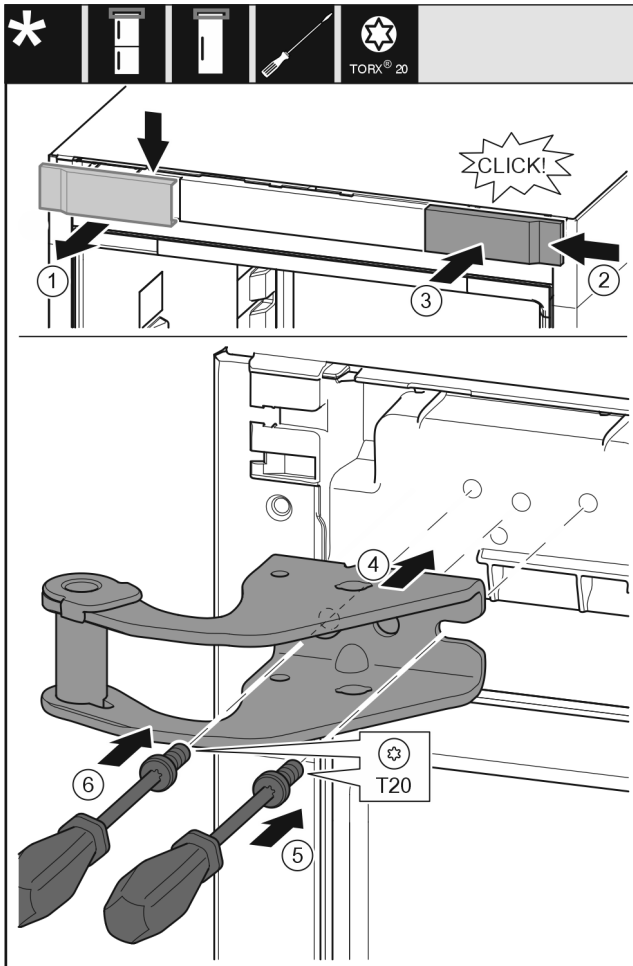

Fig. 13
- ▶ Свалете капака от горе напред. Fig. 13 (1)
- ▶ Закачете капака, завъртян на 180°, от другата страна отдясно. Fig. 13 (2)
- ▶ Фиксирайте капака. Fig. 13 (3)
- ▶ Поставете горната лагерна стойка. Fig. 13 (4)
- ▶ С отвертка T20 поставете винта и го затегнете. Fig. 13 (5)
- ▶ С отвертка T20 вкарайте винта и го затегнете. Fig. 13 (6)